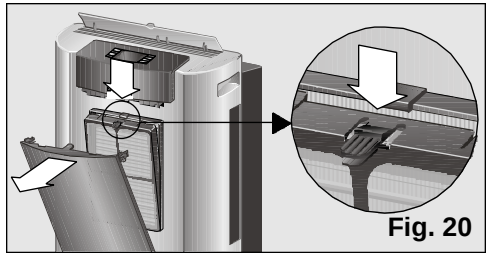

Fig. 20
Tutti i modelli sono provvisti di un filtro base d'aria che bisogna pulire nel tempo, **Fig. 19**. In merito bisogna soltanto premere il fermaglio situato nella parte superiore ed estrarlo dalla sua sede, **Fig. 20**. Per lavarlo basta sciacquarlo in acqua del rubinetto, asciugarlo e rimetterlo a posto.
- Estraiete il filtro base dell'attrezzatura, **Fig. 20**.